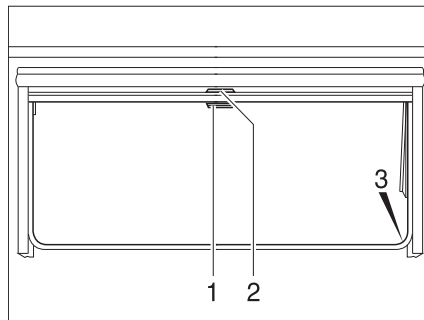

Bild 41 Ausstellfenster
- Verdunklungsrollo am Griff (Bild 41,2) nach unten ziehen. Wenn das Verdunklungsrollo ganz geschlossen wird, das Verdunklungsrollo auf beiden Seiten am Fensterrahmen in die Arretierung (Bild 41,3) einhängen.
- Wenn das Verdunklungsrollo vollständig geschlossen ist: Den Griff (Bild 41,2) nach unten drücken und den Griff dabei leicht nach innen ziehen. Das Verdunklungsrollo aus den Arretierungen links und rechts am Fensterrahmen aushängen.
- Wenn sich das Verdunklungsrollo in Zwischenposition befindet: Den Griff (Bild 41,2) leicht nach unten ziehen, bis sich die Arretierung gelöst hat.
- Schließen:* ■ Insektenschutzrollo am Griff (Bild 41,1) nach unten ziehen und auf beiden Seiten am Fensterrahmen in die Arretierung (Bild 41,3) einhängen.
- Öffnen:* ■ Griff (Bild 41,1) nach unten drücken und den Griff dabei leicht nach innen ziehen. Das Insektenschutzrollo aus den Arretierungen links und rechts am Fensterrahmen aushängen.